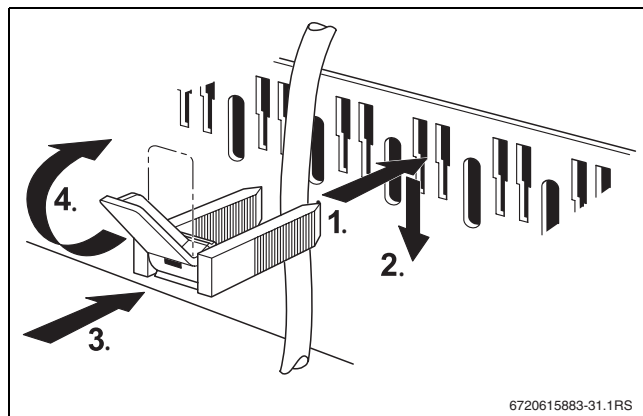

Рис. 17 Крепление провода хомутом
1. Вставьте хомут со вложенным в него проводом так, как показано на рис. 17, сверху в вырезы рамки.